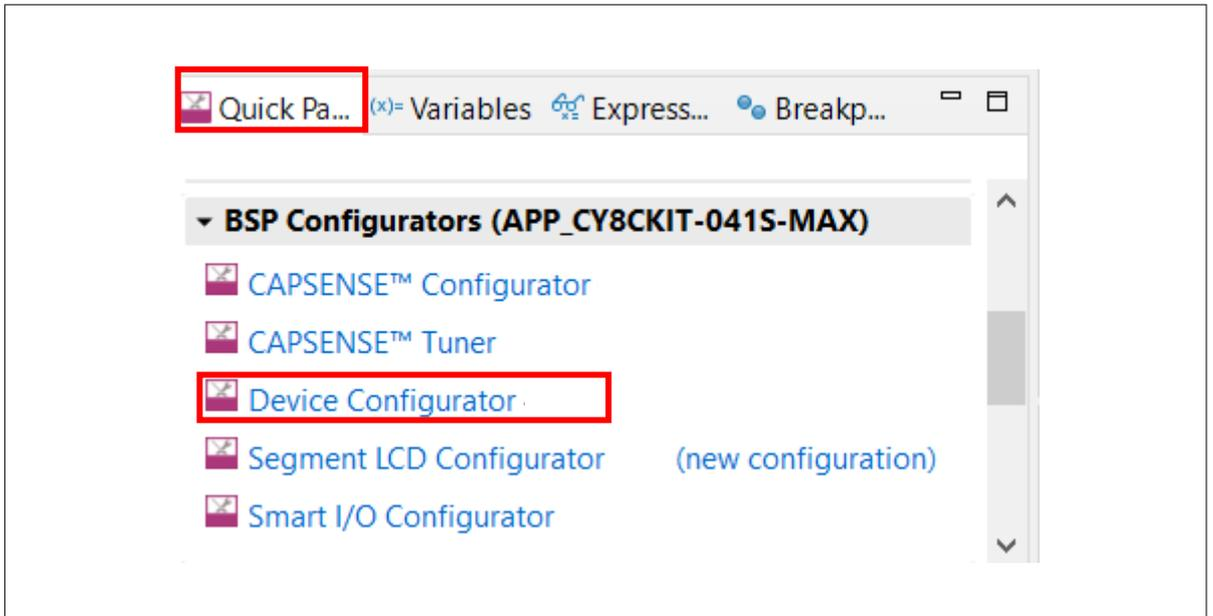

図 17 Device configurator を開く
1. 図 17 に示すように、**BSP Configurators** セクションの下の **Quick Panel** で **Device configurator** リンクをクリックします。これにより、Device Configurator ダイアログが開きます (図 18)。他のコンフィギュレーターを開いて、必要に応じて設定することもできます。